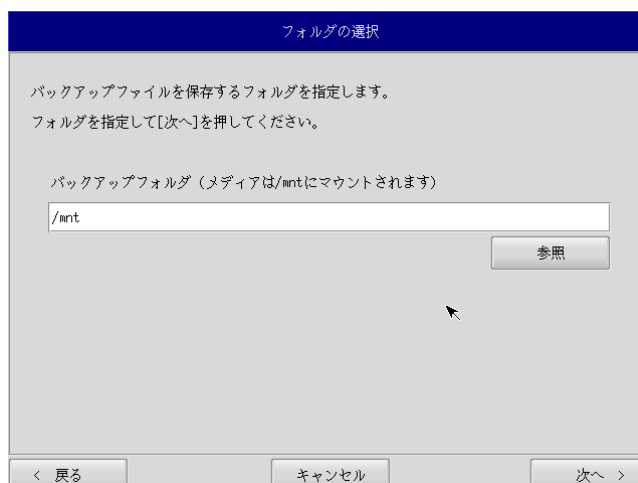

図 6-3-2. フォルダ選択画面
- ③ フォルダ選択画面（図 6-3-2）が表示されます。[参照]ボタンを押します。
- ⑤ フォルダ選択画面（図 6-3-2）で指定したバックアップフォルダが入力されていることを確認します。[次へ]ボタンを押します。